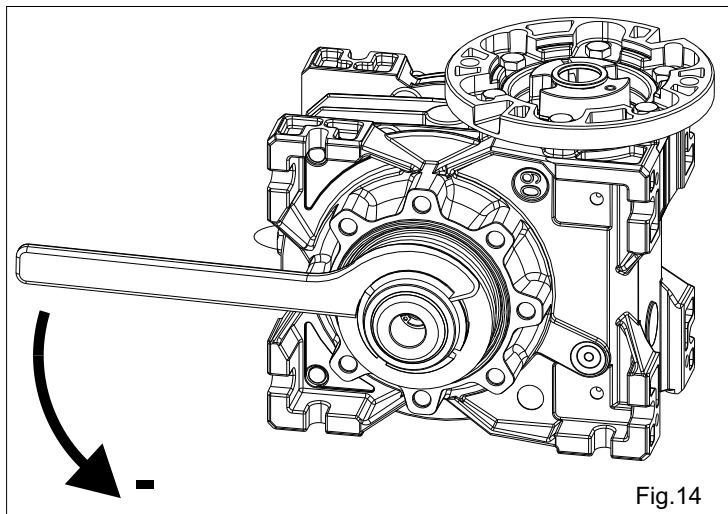

Fig. 14
- Para **disminuir** la cupla girar la llave en sentido anti-horario, Fig. 14.